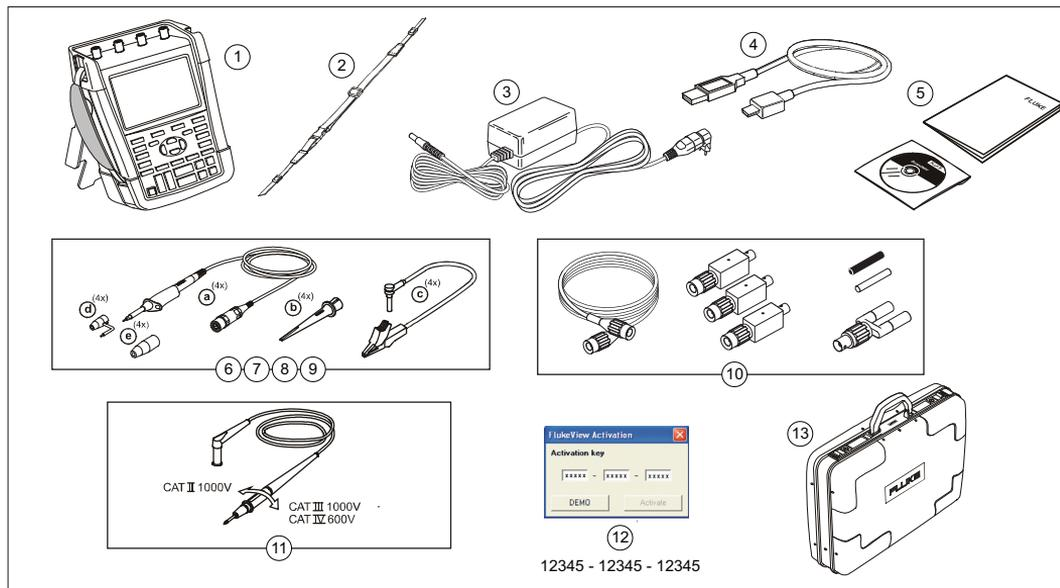

Figura 1. Kit del instrumento de medida ScopeMeter
- **No conecte el muelle de puesta a tierra (Figura 1, elemento d) a picos de tensión de más de 42 V, 30 V rms o 60 V CC con respecto a la puesta a tierra.**